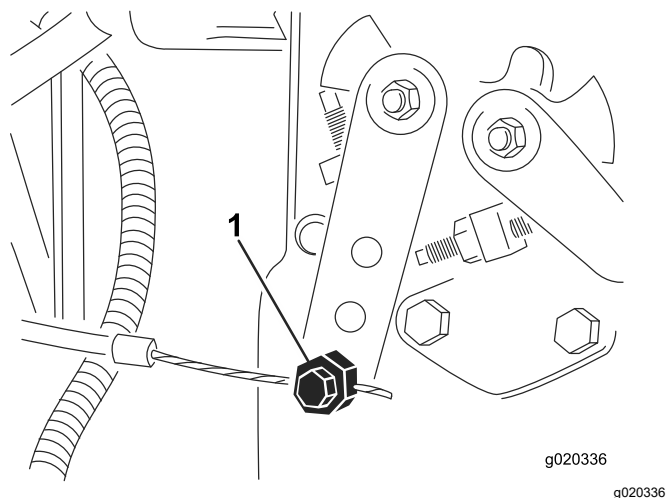

Figura 78
3. Allentate il raccordo del cavo dell'acceleratore sulla leva della pompa di iniezione (Figura 78).